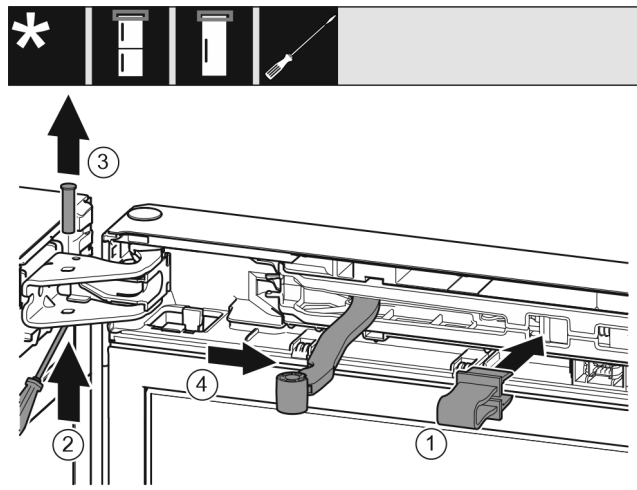

Fig. 9
- ▶ Uglavite osigurač Fig. 9 (1) u otvor.
- ▶ Izgurajte svornjak Fig. 9 (2).
- ▶ Izvadite svornjak Fig. 9 (3) prema gore.
- ▶ Okrenite zglobov Fig. 9 (4) u smjeru vrata.